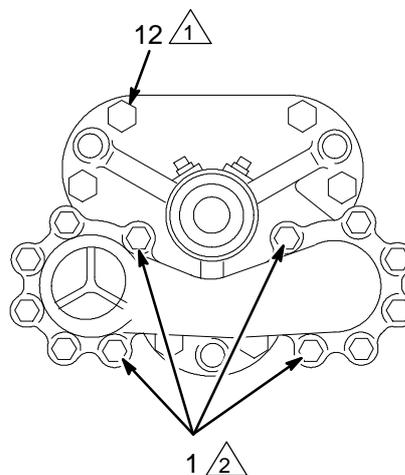

Abb. 15
30. Den Einlaßverteiler (5) auf das Einlaßventilgehäuse (3) geben. Die zwölf Hutschrauben (1) und Federringe (2) lose installieren.
31. Die vier inneren Hutschrauben gleichmäßig und gegenläufig mit 3 N.m anziehen, um die Last an den Ventilen auszugleichen. Dann alle zwölf Hutschrauben gleichmäßig und gegenläufig mit einem Drehmoment von 11,5-24,5 N.m anziehen. Siehe Abb. 15.
33. Die neuen Dichtungen (13*, 29*) im Ein- und Auslaßgehäuse (3, 4) einfetten und installieren. Den Zylinder (15) und die Steigrohre (14) in das Einlaßventilgehäuse (3) geben. Das Auslaßgehäuse (4) auf den Zylinder und die Steigrohre setzen.
34. Die sechs Hutschrauben (12), Federringe (18) und Muttern (19) des Zylinders installieren. Die Hutschrauben gleichmäßig und gegenläufig mit einem Drehmoment von 81-88 N.m anziehen. Siehe Abb. 15.
35. Die Dichtungen (43*) einfetten und in jede Seite des Auslaßventilgehäuses (4) drücken. Die Sitze (21) mit den unverschlissenen Seiten zu den Kugeln gerichtet in das Auslaßventilgehäuse drücken. Danach die Kugeln (22) und die Kugelführungen (23) installieren.
36. Den Auslaßverteiler (5) auf das Auslaßventilgehäuse (4) geben und die zwölf Hutschrauben (1) und Federringe (2) lose installieren. Die vier inneren Hutschrauben gleichmäßig und gegenläufig mit 3 N.m anziehen, um die Last an den Ventilen auszugleichen. Dann alle zwölf Hutschrauben gleichmäßig und gegenläufig mit einem Drehmoment von 11,5-24,5 N.m anziehen. Siehe Abb. 15.
37. Die Packungsmutter (33) mit 27-34 N.m anziehen.